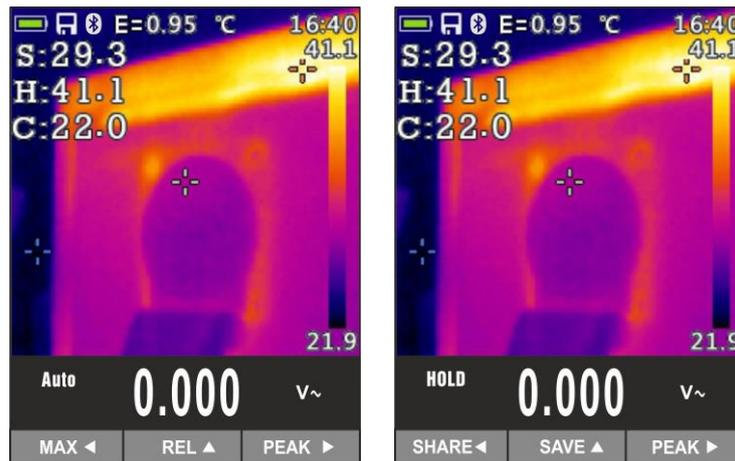

Abb. 41: Speichern von IR Bildern
- Drücken Sie die Taste **HOLD/ESC**, um das Ergebnis im Display einzufrieren. Die Meldung "HOLD" erscheint im Display und die Taste **REL ▲** wechselt zu **SAVE ▲** (siehe Abb. 41 – rechte Seite).